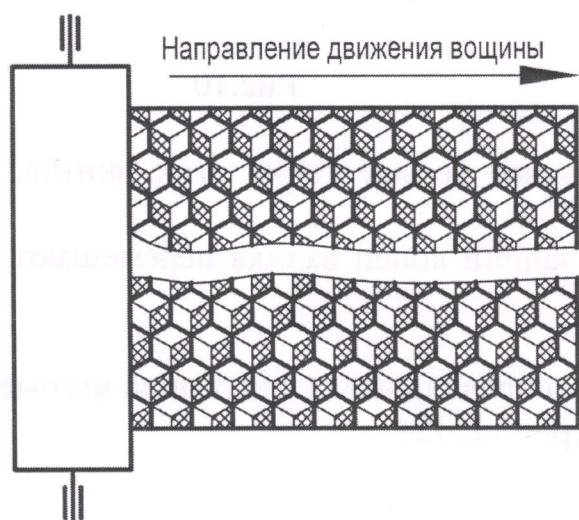

Рис.13
4.3.3. В передней части листа вошины утолщенные вторые ромбы ячейки, а в задней части листа утолщенные третьи ромбы или наоборот (рис.13 и 14).